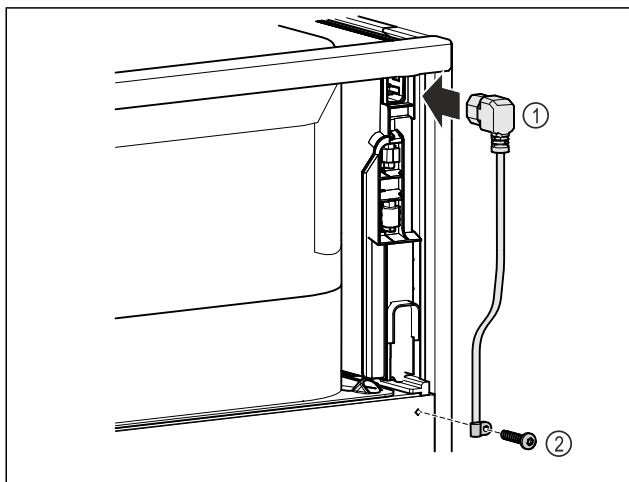

Fig. 7
- ▶ Dugja be a hálózati csatlakozóvezeték csatlakozóját a Fig. 7 (1) a készülék hátoldalába.
- ▶ Szerelje fel a tehermentesítőt. Fig. 7 (2)